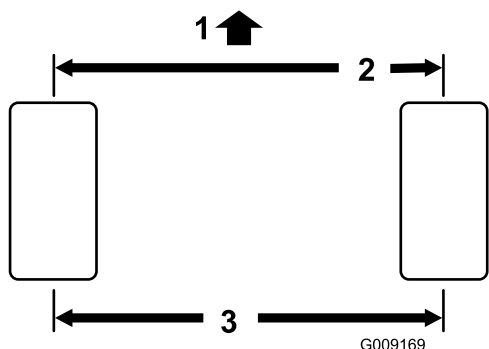

Figura 87
2. Meça a distância de centro a centro (à altura do eixo) na zona dianteira e traseira dos pneus da direção (**Figura 87**).